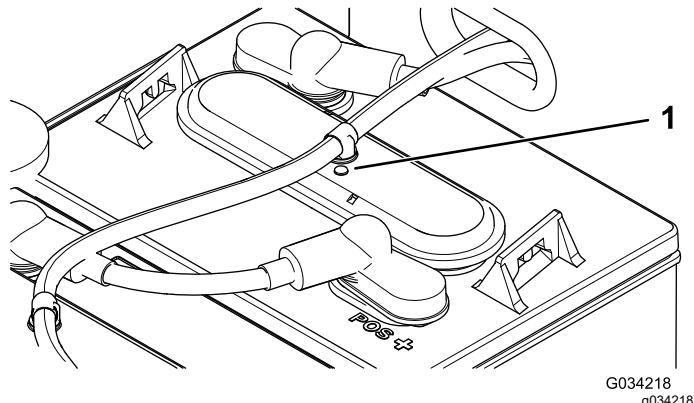

Figura 39
3. Compruebe los testigos de cada una de las baterías para ver si están negros o blancos (Figura 39).